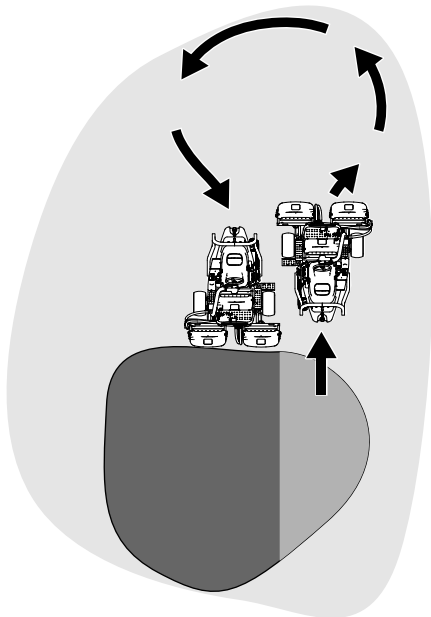

図 26
6. Uターンするとき、一旦反対側にハンドルを切ってから旋回すると、楽に、しかも効率良く回ることができて次の列そろえが楽になります。反対側に軽く振ってから旋回すると雨だれ形の旋回 図 26 になって、スムーズに次の列に入ることができます。